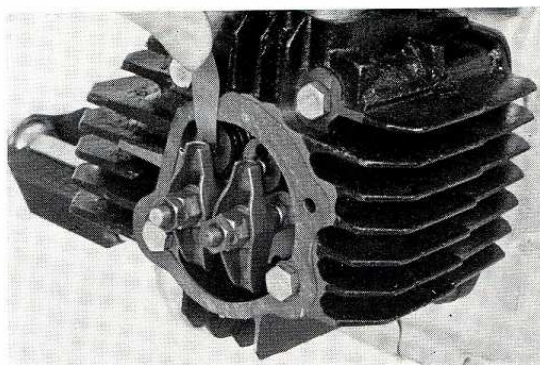

Fig. 39. — REGLAGE DES POUSSOIRS REGLAGE ET LA TIGE DE SOUPE.
3. Dans cette position le piston se trouve soit au temps de compression soit au temps d'échappement. Le réglage doit se faire lorsque le piston se trouve à la fin du temps de compression, les soupapes d'admission et de sortie étant fermées. Cette position peut être déterminée en vérifiant les poussoirs à travers le trou de réglage des poussoirs. (Fig. 39).